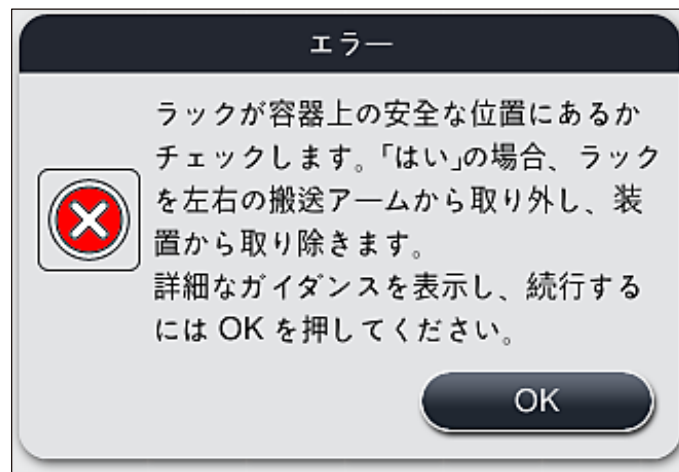
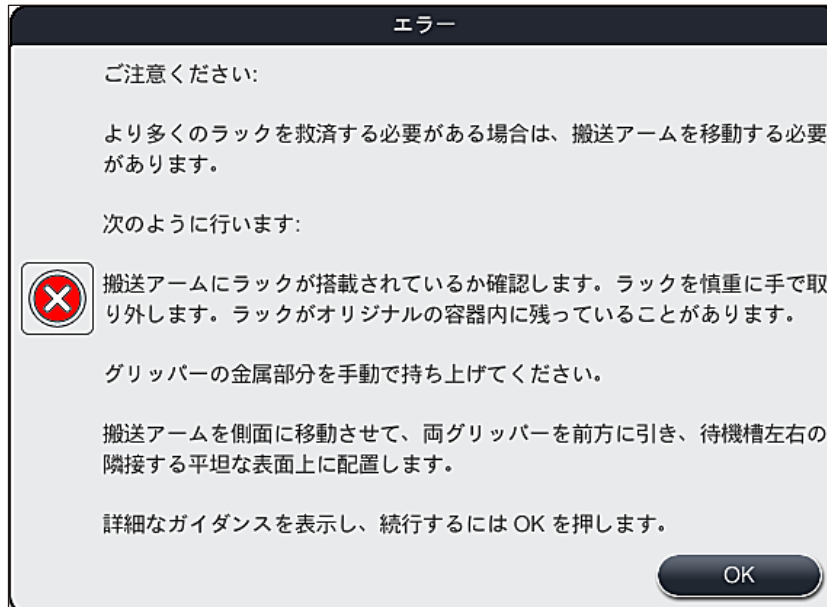

図 110
図 111
2. 続いて、この情報メッセージ (→「図 110」) が表示され、装置の 1 つまたは 2 つのラックが 2 つの試薬容器の間の安全な位置 (→「図 106」) に置かれているかどうかをチェックするように促します。
3. 「OK」ボタン (→「図 110」) を押すと、さらに情報メッセージ (→「図 111」) が表示され、該当するラックを取り出すための正しい手順に関する指示が出ます。